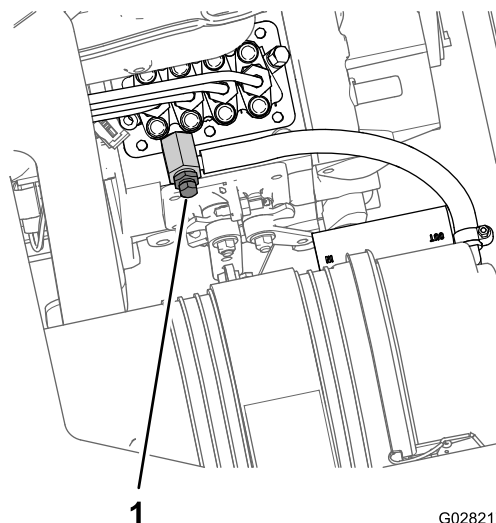

Figure 80
9. Desserrez la vis de purge sur la pompe d'injection (Figure 80).
11. Laissez la clé à la position CONTACT jusqu'à ce que le carburant s'écoule régulièrement par la vis de purge (Figure 80).
12. Serrez la vis de purge (Figure 80) et tournez la clé à la position ARRÊT.
8. Placez un bac de vidange sous la partie pompe d'injection du moteur (Figure 80).